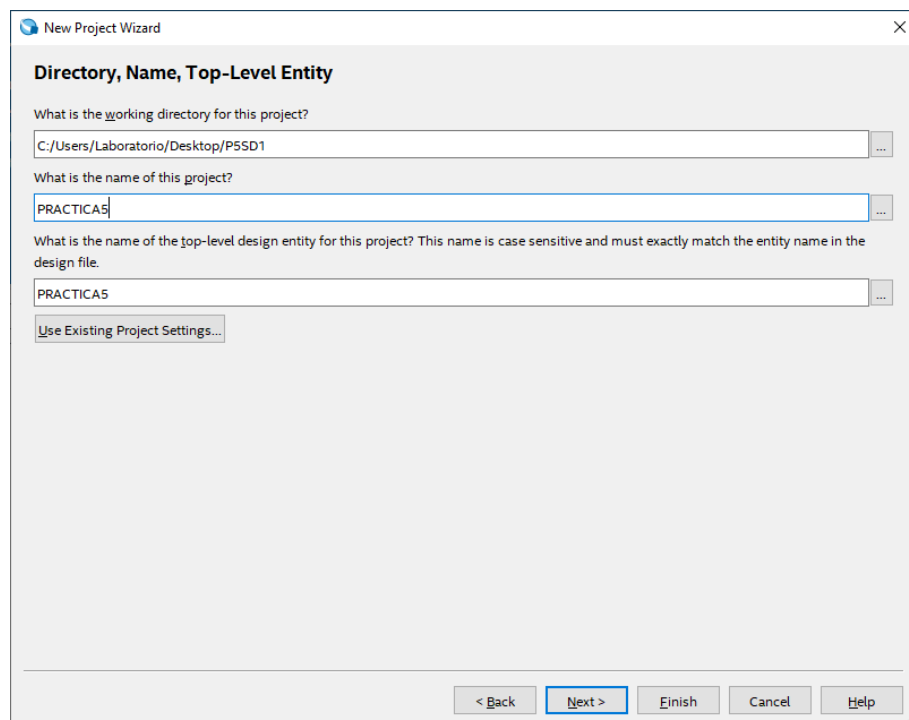

Figura 3. Asignación de Directorio y Nombre del Proyecto.
5. Como directorio, seleccione la carpeta del paso #1. **Revise que la ruta y nombre de esta no contenga ni espacios ni caracteres especiales.** Coloque el nombre del proyecto, como se observa en la figura 3. Luego de clic en “next”.